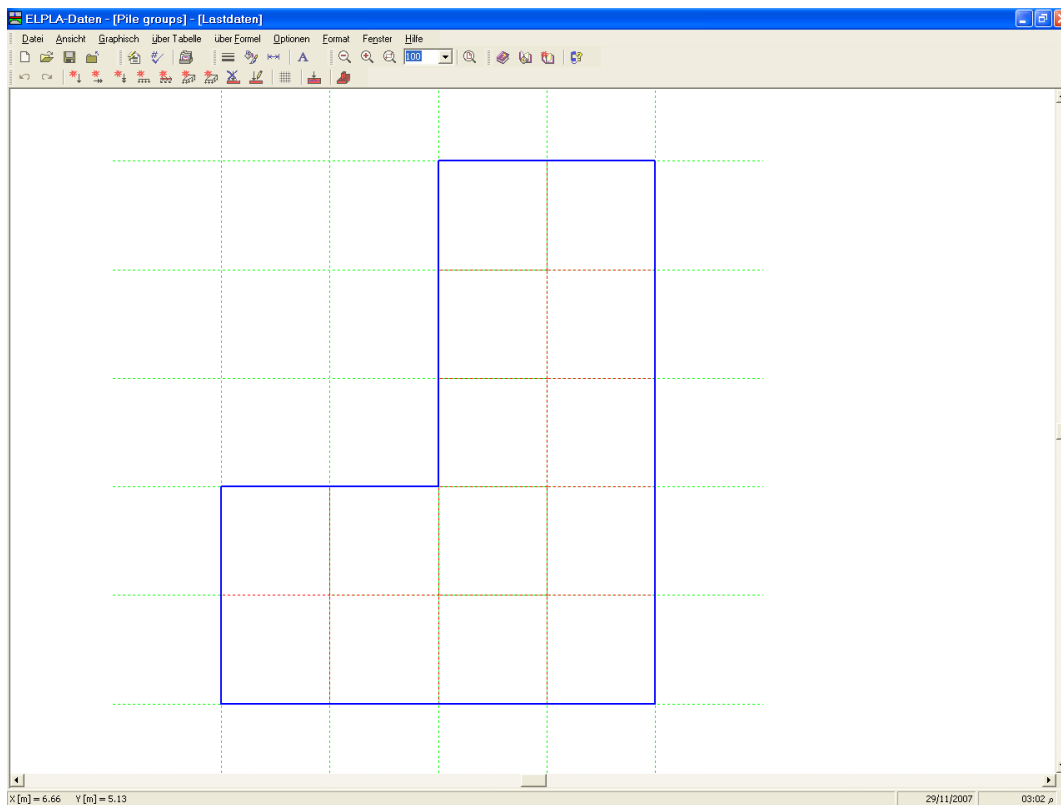

Bild 11-32 Eingebettetes Programm "Lastdaten"
Um die Lastdaten zu definieren, wählen Sie "Lastdaten" aus dem "Daten"-Menü des *ELPLA-Daten*-Fensters. Das folgende eingebettete Programm im Bild 11-32 erscheint.
- Wählen Sie "Punktlasten" aus dem Menü "graphisch" im Fenster von Bild 11-32